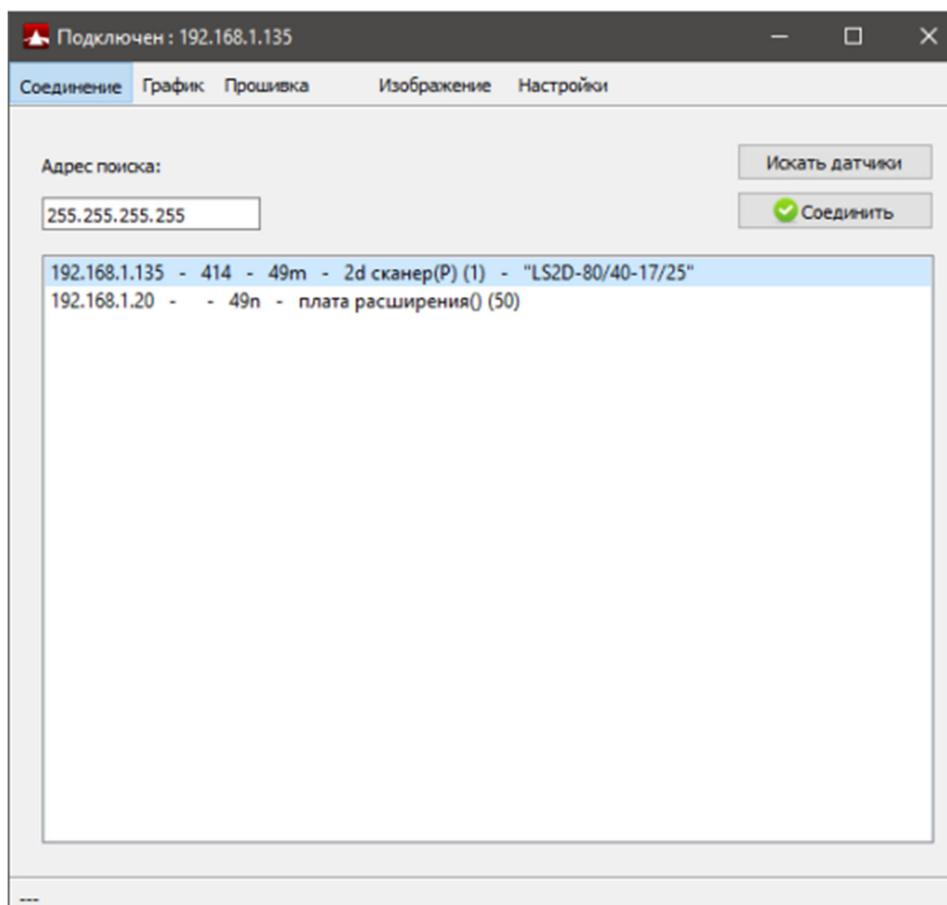

Рисунок 1. Подключение сканера
- Для соединения с найденным сканером нужно щёлкнуть левой кнопкой мыши по его информации в области ввода и нажать кнопку «СОЕДИНИТЬ». При успешном соединении на кнопке отобразится значок. После проведённого соединения (см. рисунок 1) сканер готов к использованию.